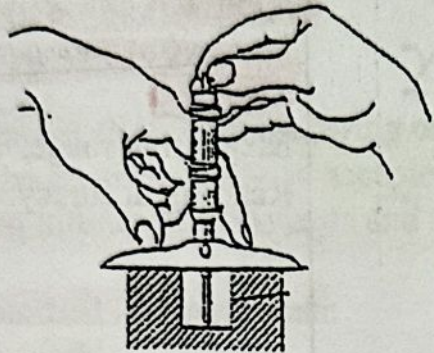

Figure 1: Graduated Measuring Tools.
1. Gradual measuring tools (Figure 1). أدوات القياس التدريجي